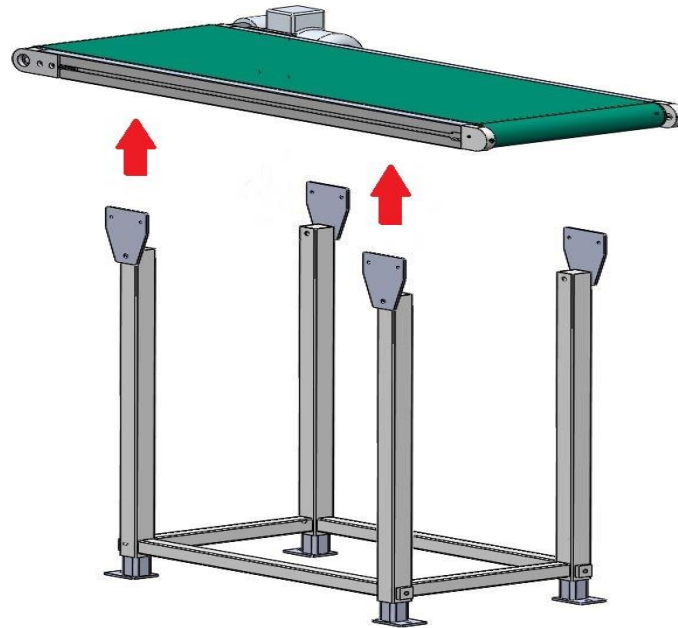

Bild 1
1. Nachdem das Förderband aus der Maschine/ vom Fußgestell ausgebaut ist, müssen alle zusätzlichen Störkonturen wie Ölwanne, Fußplatten etc. abmontiert werden. In der Regel reicht es aus, wenn die gegenüberliegende Seite des Antriebs von Störkonturen befreit wird (Bild 1).